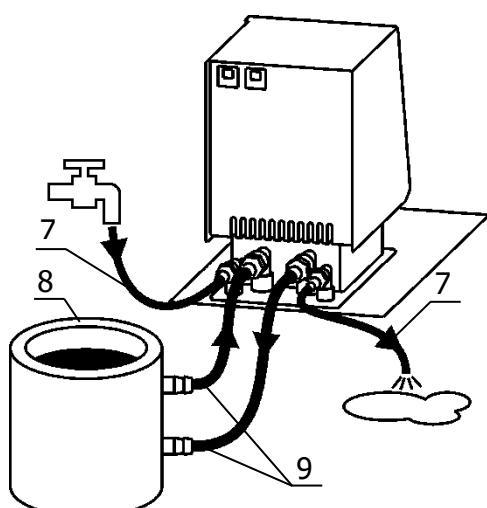

Рисунок 4 — Подключение внешнего потребителя
2.2.7 Для подключения к термостату внешнего потребителя 8 (рисунок 4) использовать соединительные шланги 9. Концы соединительных шлангов надежно закрепить на штуцерах блока регулирования и внешнего потребителя хомутами.
2.2.11 Для работы термостата при температурах теплоносителя, близких к окружающей температуре, может потребоваться дополнительное охлаждение с помощью встроенного теплообменника. В этом случае необходимо подключить термостат к водопроводной сети или специальному холодильному устройству при помощи шлангов 7 (рисунок 4), присоединенных к штуцерам теплообменника. Поток охлаждающей жидкости должен быть равномерным и, по возможности, небольшим. Дополнительное охлаждение не требуется, если температура теплоносителя выше температуры окружающей среды более чем на 20 °C.